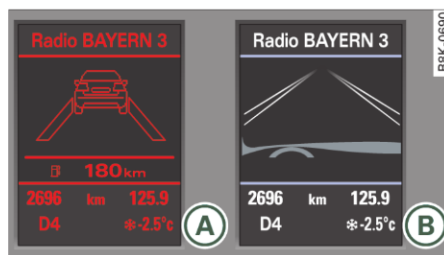

Fig. 127 Tabloul de bord: lane assist activat, însă nu este pregătit de avertizare
- linie neumplută: Lane assist este activat, însă nu este pregătit de avertizare ⇒ *pagina 114*, fig. 127.